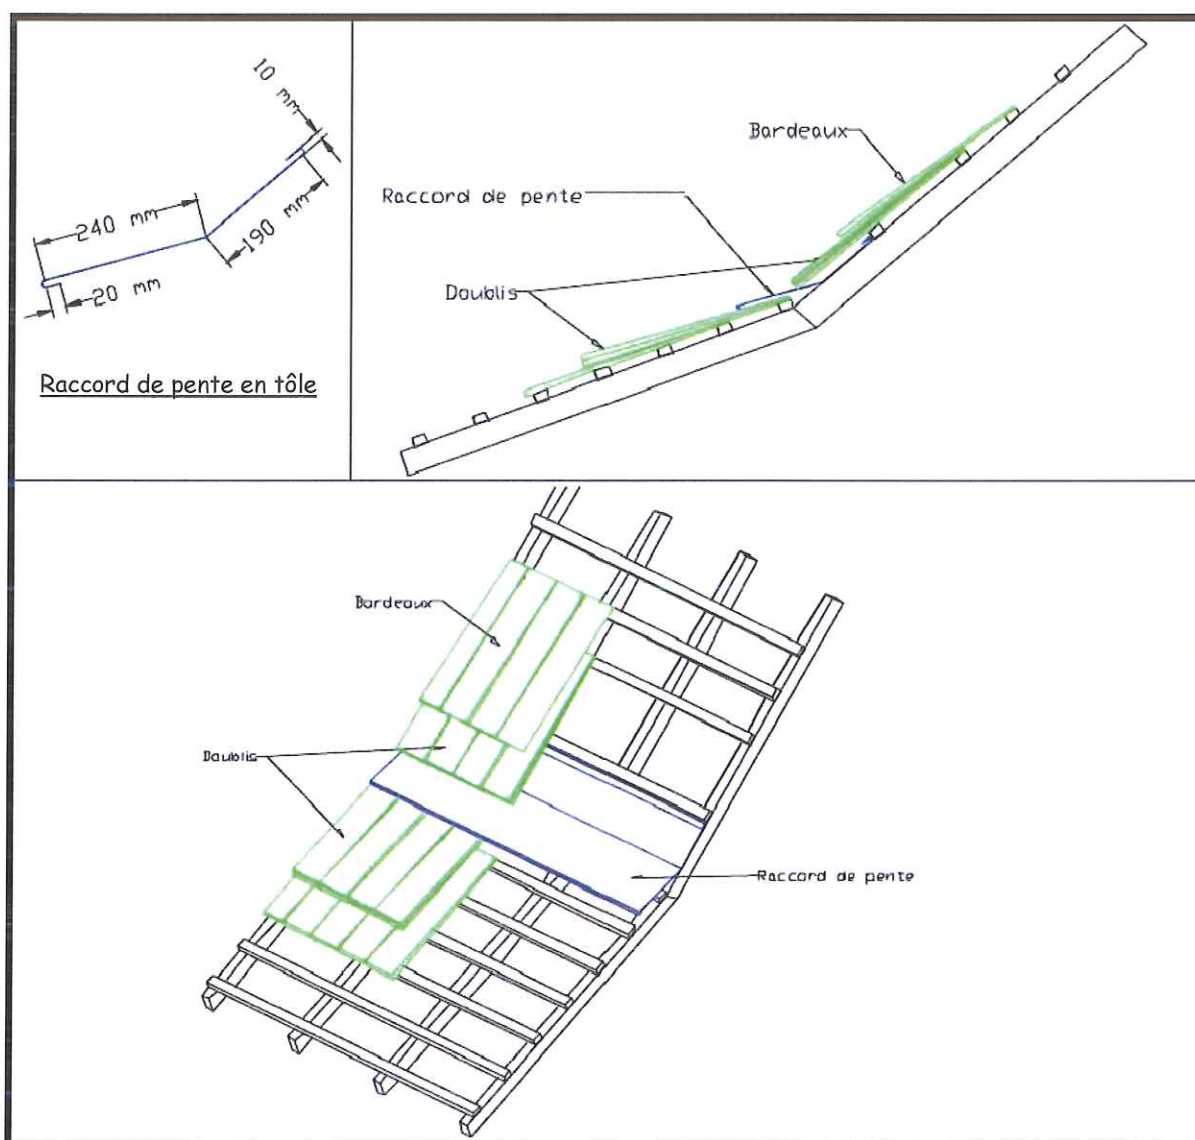

Figure 19 : ligne de bris à angle rentrant
- Raccord de pente en tôle métallique : ( Cf. figure 19 )